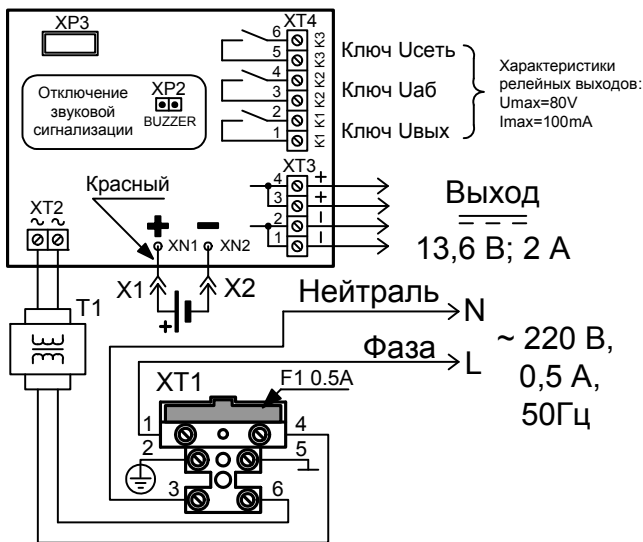

Рисунок 1 Схема подключения РИП
1.2.15 РИП обеспечивает возможность отключения звуковой сигнализации путём снятия перемычки с разъёма ХР2 (расположение разъёма показано на Рис. 1.).
ВНИМАНИЕ! При подключении внешнего питающего напряжения 220 В к сетевой колодке необходимо соблюдать правильность подключения проводов «фаза» и «нейтраль». Подключение производить в соответствии с рисунком, расположенным на внутренней стороне корпуса или в соответствии с Рис. 1 данной этикетки.
- в) подключить нагрузку к выходной клеммной колодке, соблюдая полярность (ХТ3/1,2 – «-», ХТ3/3,4 – «+», см. Рис. 1).
выходы оптореле К1, К2 и К3 к шлейфам сигнализации приборов согласно Рис. 1. Состояния цепей оптореле приведены в Таблице 1.